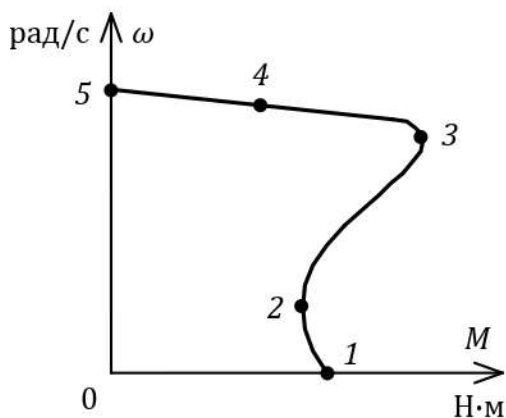

Рисунок 2 –
Механічна характеристика АД з короткозамкненим ротором – це залежність кутової швидкості обертання ротора електродвигуна від моменту на його валу $\omega = f(M)$ – рисунок 2.
Розглянемо основні точки механічної характеристики АД - рисунок 2:
3.7 Побудувати в масштабі механічну характеристику електродвигуна – рисунок 2.
6. Рисунок 2 – Механічна характеристика трифазного АД: $\omega = f(M)$